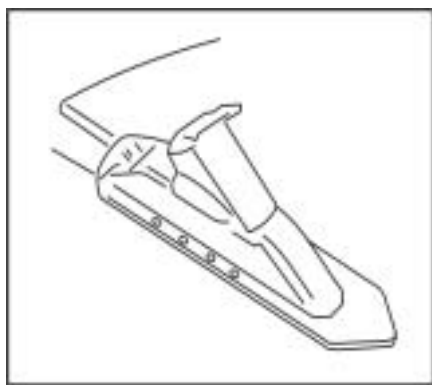
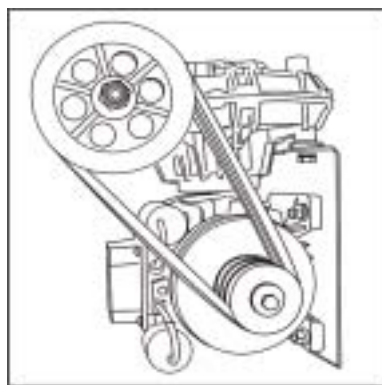

图 28
图 29
- 转盘上的卡爪（如图 28）位置通过转盘下夹紧气缸杆的伸缩来控制。气缸杆的伸缩由脚踏^④来控制。脚踏^④有高中低三个位置。当脚踏^④处于高位时，夹紧气缸杆向里收缩，则卡爪也向里收缩，直至收缩到最小；
- 当脚踏^④处于低位时，夹紧气缸杆向外伸，卡爪也向外运动，直至运动到最大位置。
- 当卡爪在从外向内运动过程中，轻踩脚踏^④，使其处于中位，卡爪运动停止。巧妙运用该位置，可以使卡爪停留在最大和最小之间任意位置。（倒臂式）
运动链的组成：本机运动链由电机，皮带轮，蜗轮蜗杆减速器，转盘等组成（如图 29）。电机转速约 1400 转/分，总速比 200。电机转向由脚踏^①（如图 29）控制。用脚踩下脚踏并保持电机正转，转盘顺时针转动。松开脚踏，则脚踏回位，电机停转。用脚面抬起脚踏^②，电机反转，转盘反时针转动。如情况与上述相反，调换电机相线。地线要接地。在轮胎拆装操作中，转盘总是顺时针转动，只有偶然拆装受阻时才需反转。